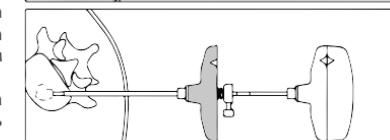

Рис. 3
РИС. 3 После снятия шприца вставьте ручку (B) в заполнитель (A) и аккуратно надавите на нее, пока она не коснется наконечника Люэра заполнителя (A), одновременно контролируя поток цемента с помощью средств визуализации.